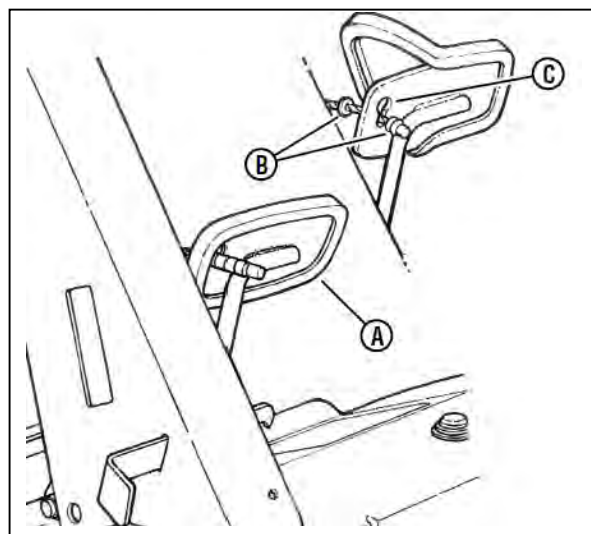

図 8-7 クラッチ/ブレーキの調整
6. ペダル(図 8-7 の A)を一旦踏んで、駐車ブレーキを解除してください。